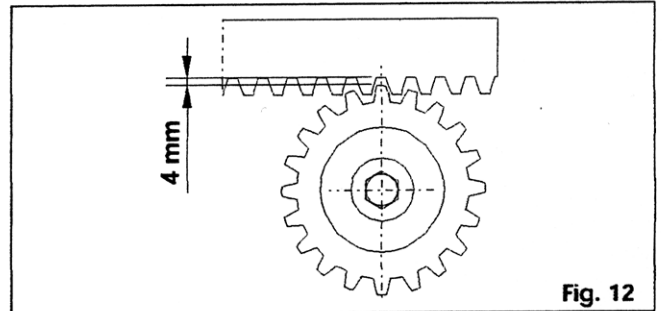

Fig. 12
- Po zakończeniu montażu listwy zębatej, dla zapewnienia prawidłowej pracy zazębienia, należy obniżyć położenie siłownika o około 4 mm (rys. 12).